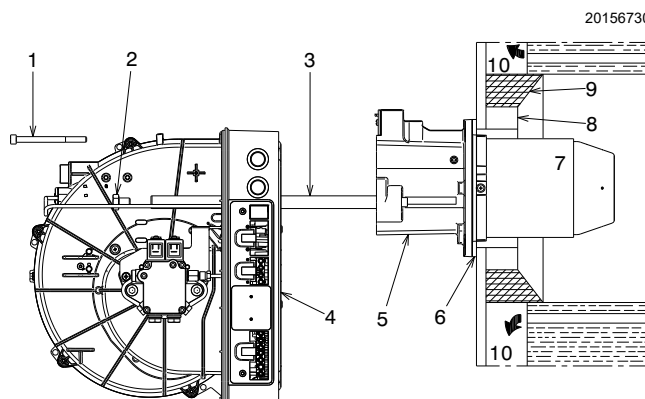

Fig. 10
- fissare il gruppo 5) e 7) (Fig. 10) alla piastra della caldaia interponendo lo schermo isolante 6) (Fig. 10) dato a corredo.
- Qualora fosse necessario sostituire l'ugello quando il bruciatore è già applicato alla caldaia, aprire il bruciatore sulle guide come in Fig. 10 a pag. 14 e procedere come sopra descritto.
- A questo punto dell'installazione, boccaglio e manicotto sono fissati alla caldaia come in fig.10 pag.15. E' quindi agevole la regolazione della testa di combustione che dipende unicamente dalla portata del bruciatore, cioè dalla portata dell'ugello scelto in Tab. F a pag. 15.